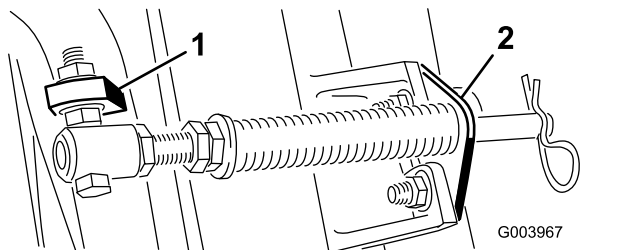
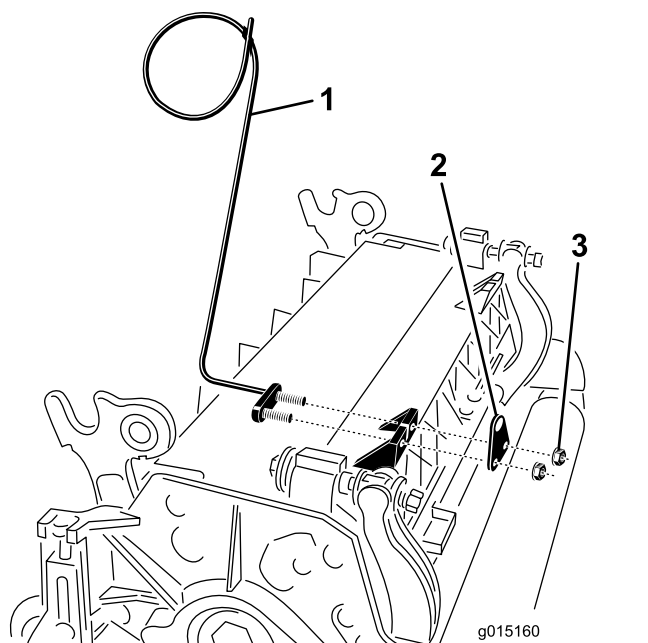

Figura 11
Figura 13
Nota: La testa del bullone deve essere posta sul lato esterno dell'aletta, come illustrato nella Figura 11.
E. Montate la staffa dell'asta sulle alette degli elementi di taglio usando i bulloni a testa tonda e i dadi (Figura 11). Nel rimontare la staffa dell'asta, sull'elemento di taglio montate la guida del flessibile di sinistra sulla parte anteriore delle alette degli elementi di taglio (Figura 13).